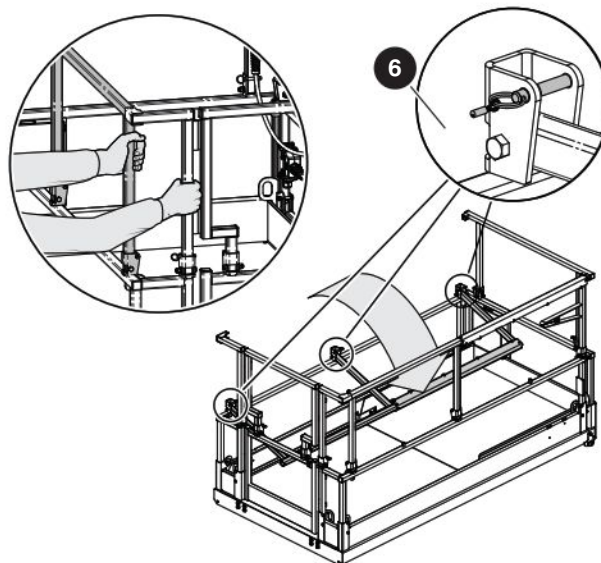

Figura 3-19. Dobre a grade de proteção esquerda.
5. Mova-se para o lado esquerdo da MEWP. Remova os pinos frontal e central do trilho médio. Em seguida, remova o pino traseiro. Segure a barra vertical da grade de proteção da extensão com uma mão e dobre a grade de proteção esquerda com a outra mão (consulte a seção Figura 3-19 para verificar as posições das mãos). Trave-a instalando os pinos do trilho médio ⑥. Verifique se a esfera de retenção do pino está completamente inserida.
6. Mova-se para o lado direito da MEWP. Remova os pinos frontal e central do trilho médio. Em seguida, remova o pino traseiro. Segure a barra vertical da grade de proteção da extensão com uma mão e dobre a grade de proteção direita com a outra mão (consulte a seção Figura 3-19 para verificar as posições das mãos). Trave-a instalando os pinos do trilho médio ⑦. Verifique se a esfera de retenção do pino está completamente inserida.